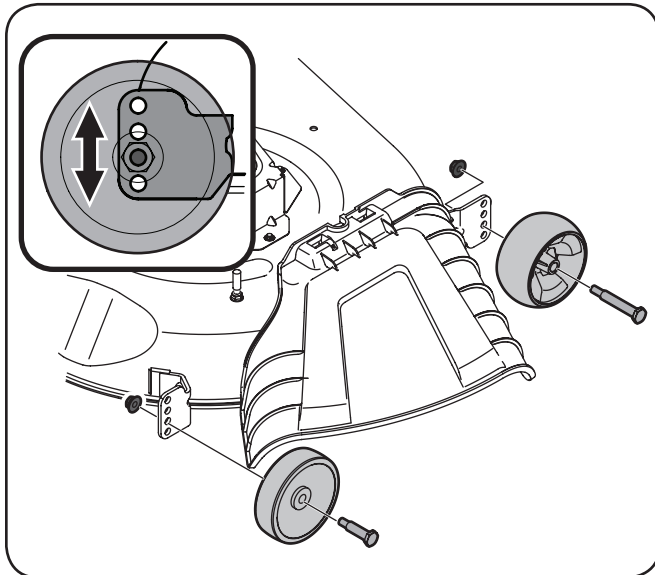

Figura 3-12
- b. Retire las ruedas de la plataforma delantera y trasera mediante la eliminación de las tuercas de seguridad de brida y los pernos de hombro que les ajustan a la plataforma. Consulte Figura 3-12.